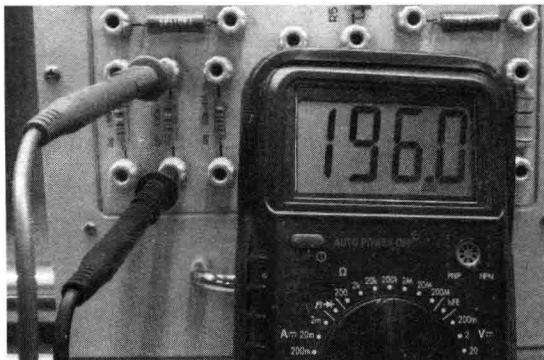

图 1-8 测量电阻
2) 以测量标称值为  $195k\Omega$  的电阻为例，选择测量电阻  $200k$  档位，红、黑表笔并联在电阻的两端（红表笔在上，黑表笔在下，见图 1-8），万用表显示为 196.0，即测得的结果是该电阻值为  $196k\Omega$ 。